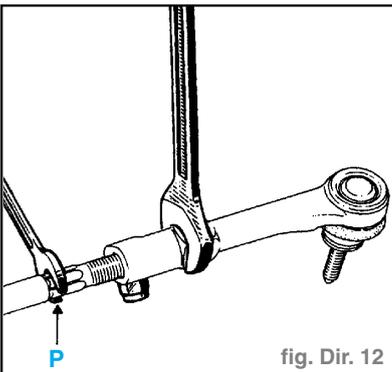

fig. Dir. 12
- Desserrer la vis du manchon de réglage parallélisme et dévisser le boîtier rotule en maintenant la rotule axiale avec une clé plate en «P». (fig. Dir. 12)